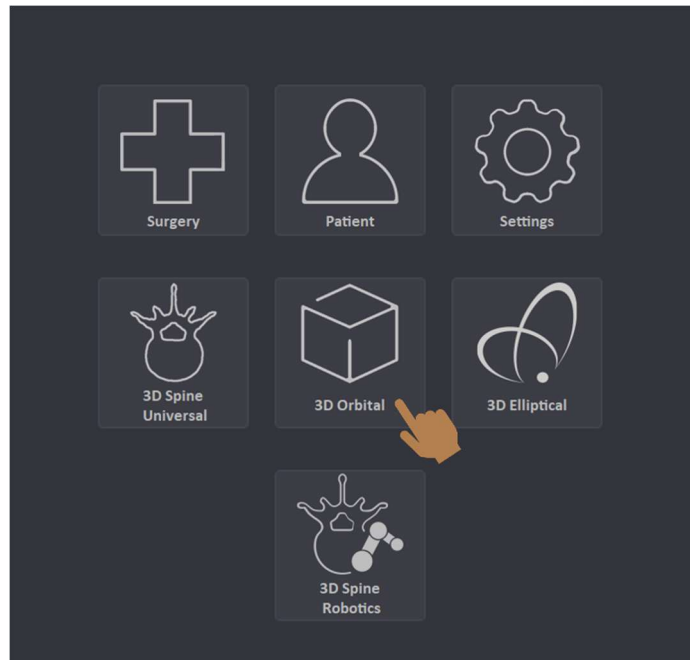

Figure 6 - Lancement application 3D Orbital
1. Lancer l'application 3D Orbital (cf. Figure 6) et réaliser l'acquisition en suivant le workflow du système.